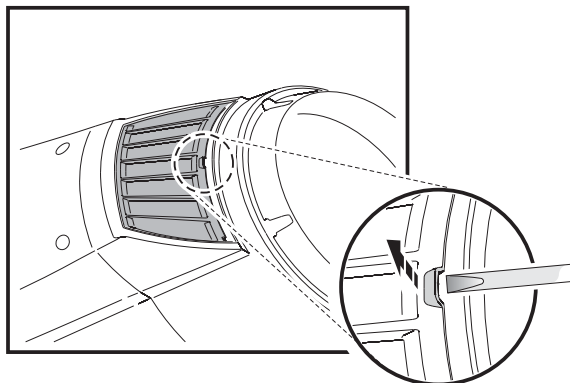

Figure 16: Filtres à air de la tête
2. Voir Figure 16. Sur chaque côté de la tête, utilisez un petit tournevis plat pour soulever l'avant du porte filtre. Glissez un tournevis plat sous chaque angle pour les déclipser. Tirez le porte filtre vers l'avant pour le dégager.